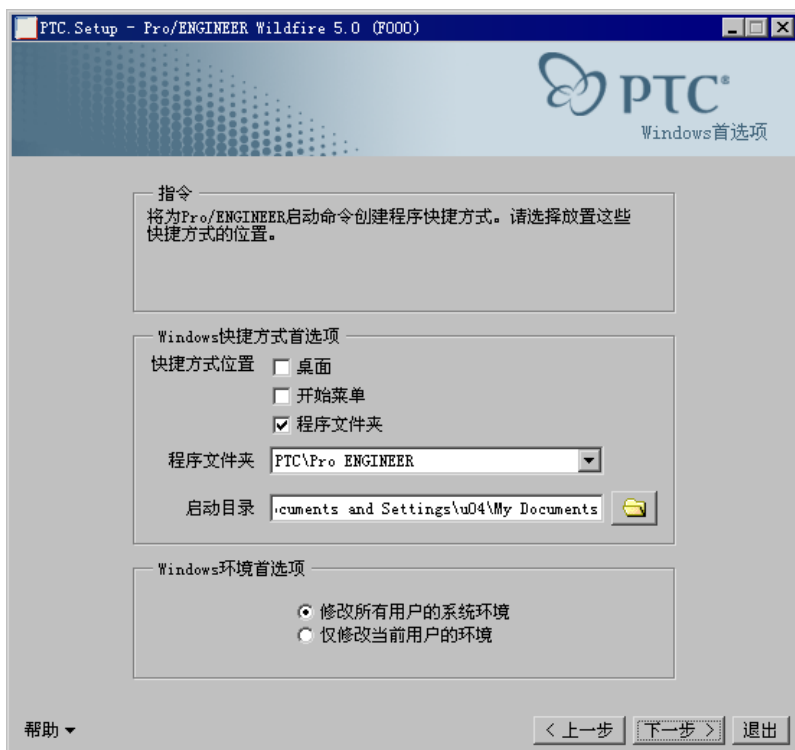

图 2.5.10 Windows 环境首选项
Step9. 系统弹出图 2.5.10 所示的对话框，在该对话框中可以配置 Windows 各选项。